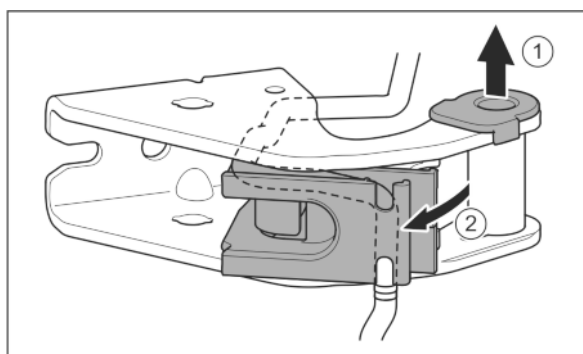

Fig. 25
- ▶ Опорную втулку вывести из направляющей. Fig. 25 (1)
- ▶ Отвести в сторону держатель кабеля. Fig. 25 (2)